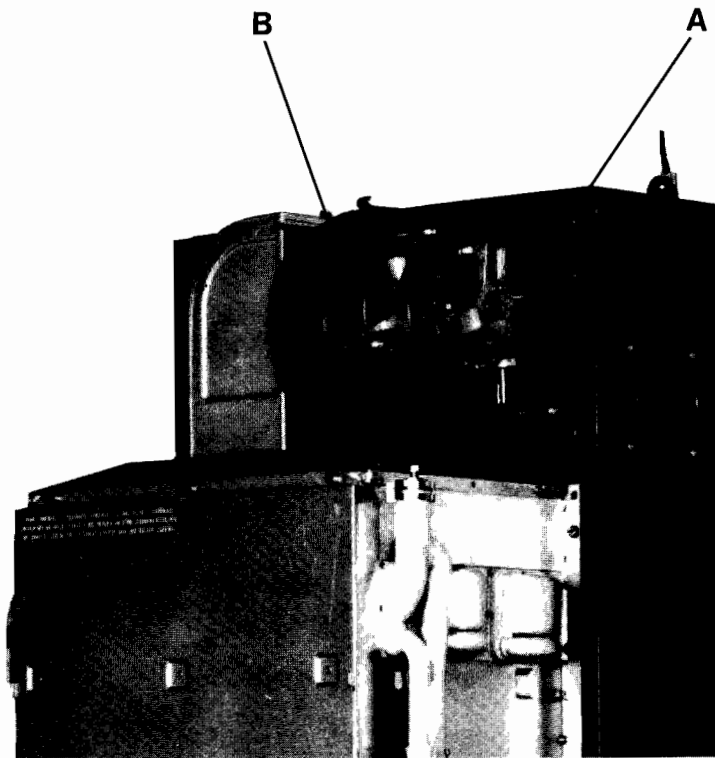

Fig. 30
**Section 20 : to replace the fan Fig 30**